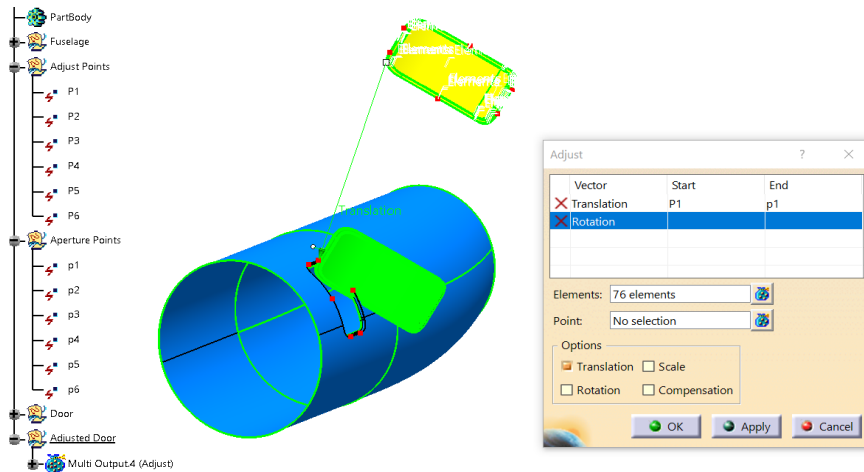

Figura 2.5 Solución tras aplicar Translation.
- **Translation (Traslación):** requiere un vector definido por dos puntos, inicial y final, siempre debe estar seleccionado porque sin él no es posible ningún movimiento del elemento. Permite el movimiento de este a la posición deseada como se observa en la *Figura 2.5*.